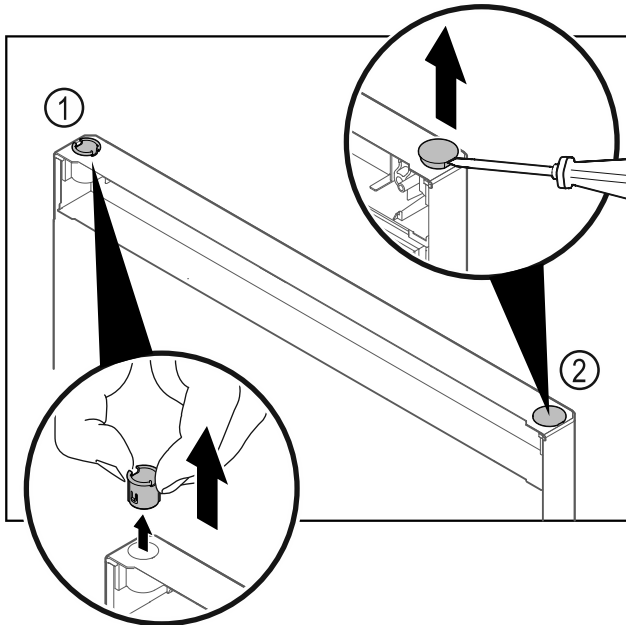

Fig. 30
- Scharnierbuchse Fig. 30 (1) mit den Fingern herausziehen.
- Abdeckstopfen Fig. 30 (2) vorsichtig mit einem Schlitzschraubendreher anheben und herausziehen.